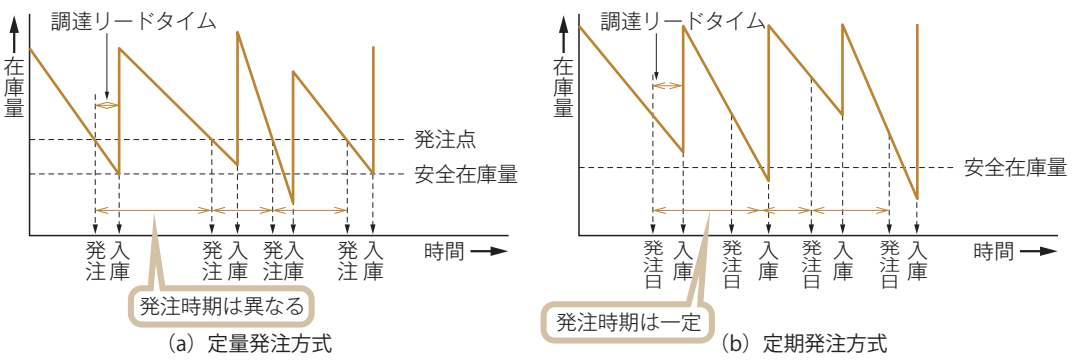

図6 定量発注方式と定期発注方式
① periodic ordering system
② fixed order quantity system
定量発注方式^①(図6(a))は、あらかじめ定められた在庫量(発注点)に達したときに一定量の発注を行う在庫管理方式である。